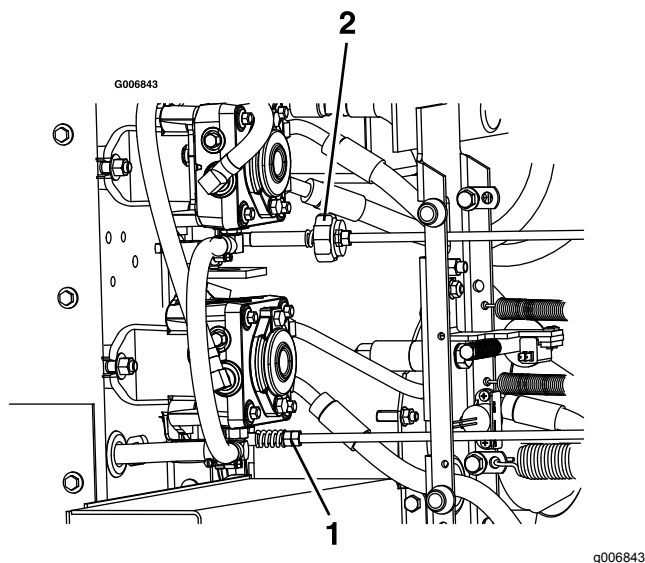

Figura 55
9. Para obtener la posición de PUNTO MUERTO, ajuste los acoplamientos izquierdo y derecho de las varillas de control de la bomba, que conectan el control de dirección a los brazos de control de la bomba, hasta que las ruedas se detengan o se muevan ligeramente hacia atrás (Figura 55).
11. Ajuste el acoplamiento de la bomba derecha usando una llave para girar las tuercas dobles del conjunto (Figura 55).